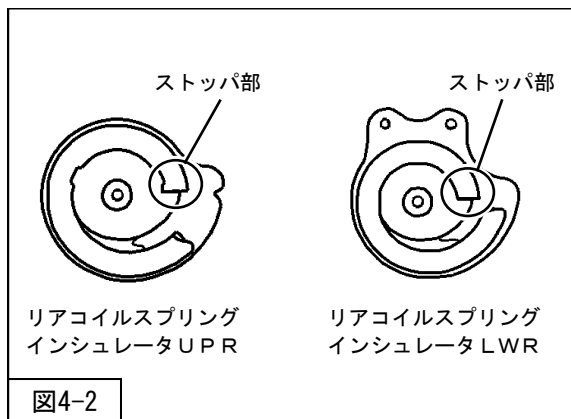

図4-2
2. リアコイルスプリング (同梱品) を取付けてください。(図4-2・4-3)